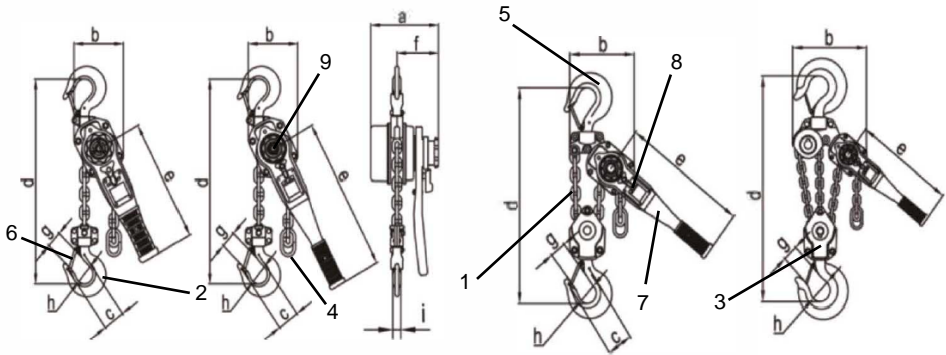

Рис. 1
Таль **TOYO®** поставляется с подъёмной цепью (схема 1, рис. 1) различной длины. Подъёмная цепь для моделей 0,8/1,6/3,2 т состоит из одной ветви, а 6,3 т – из двух, на конце которой находится подъёмный крюк (схема 2, рис. 1). Подъёмная цепь модели 9 т состоит из трёх ветвей и одного подъёмного крюка с блоком (схема 3, рис. 1). Свободный конец цепи снабжён нижним ограничителем хода (схема 4, рис. 1).
1. Убедиться в том, что таль **TOYO®** правильно подвешена на крюк подвески (схема 5, рис. 1), и что предохранитель крюка (схема 6, рис. 1) надёжно закрыт (см. рис. 2 и 3).
Управление талью **ТОУО®** осуществляется за счёт рычага (схема 7, рис. 1), который оператор двигает туда и обратно, чтобы поднять, опустить или натянуть груз.
2. Поставить рычаг переключения (схема 8, рис. 1) движения в положение «0».
3. Без груза, повернуть колесо (схема 9, рис. 1) управления против часовой стрелки и открыть тормоз; цепь свободна.